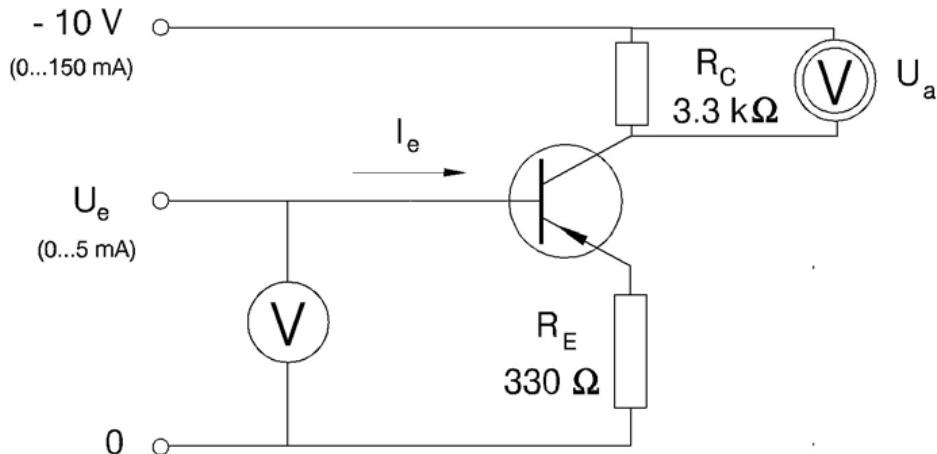

Abbildung 6:
In der in Abb. 6 angegebenen Schaltung messe man die Ausgangsspannung U_a für Eingangsspannungen U_e von $0 \dots -2$ V. Da der Ausgangswiderstand der Schaltung groß ist, wird am Ausgang als Voltmeter das elektronische Messinstrument \textcircled{V} benutzt, dessen Innenwiderstand $1 \text{ M}\Omega/\text{V}$ beträgt. Man trage die Kennlinie $U_a(U_e)$ graphisch auf, entnehme daraus ν und vergleiche mit Gl. (4).
In der Schaltung Abb. 6 lege man anstelle der Spannung U_e vom Netzgerät das Funktionsgenerator-Signal an die Basis und entferne beide Voltmeter. Gleichzeitig gebe man die Spannung U_e auf den Oszilloskop-Eingang Y_A . Die Spannung am Kollektorwiderstand U_a gebe man auf den Eingang Y_B . Um nur **einen** Erdungspunkt in der Schaltung zu verwenden, ist es sinnvoll, nicht U_a direkt, sondern